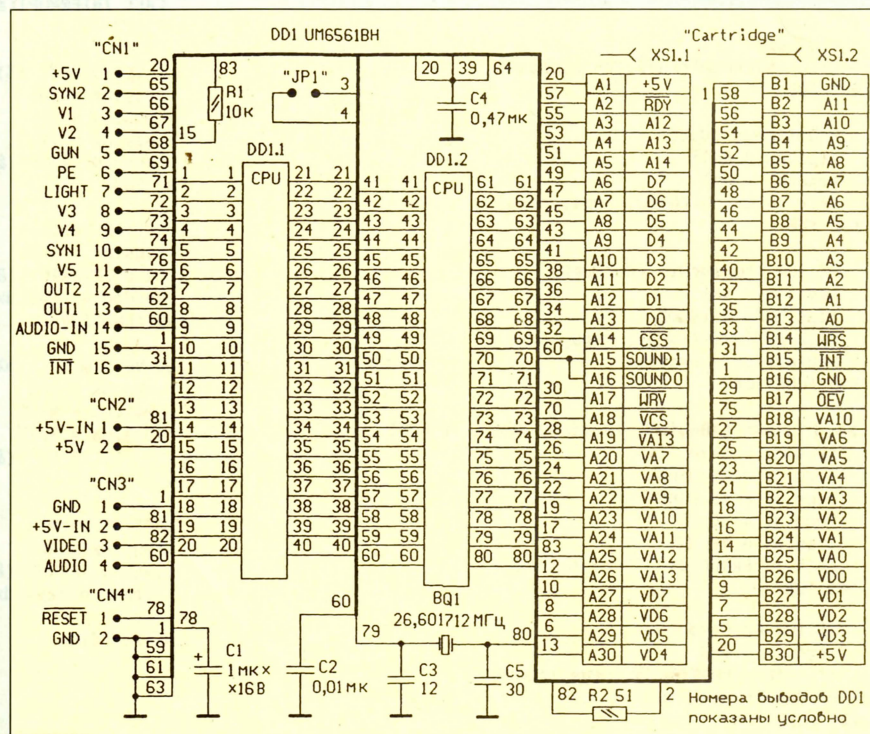
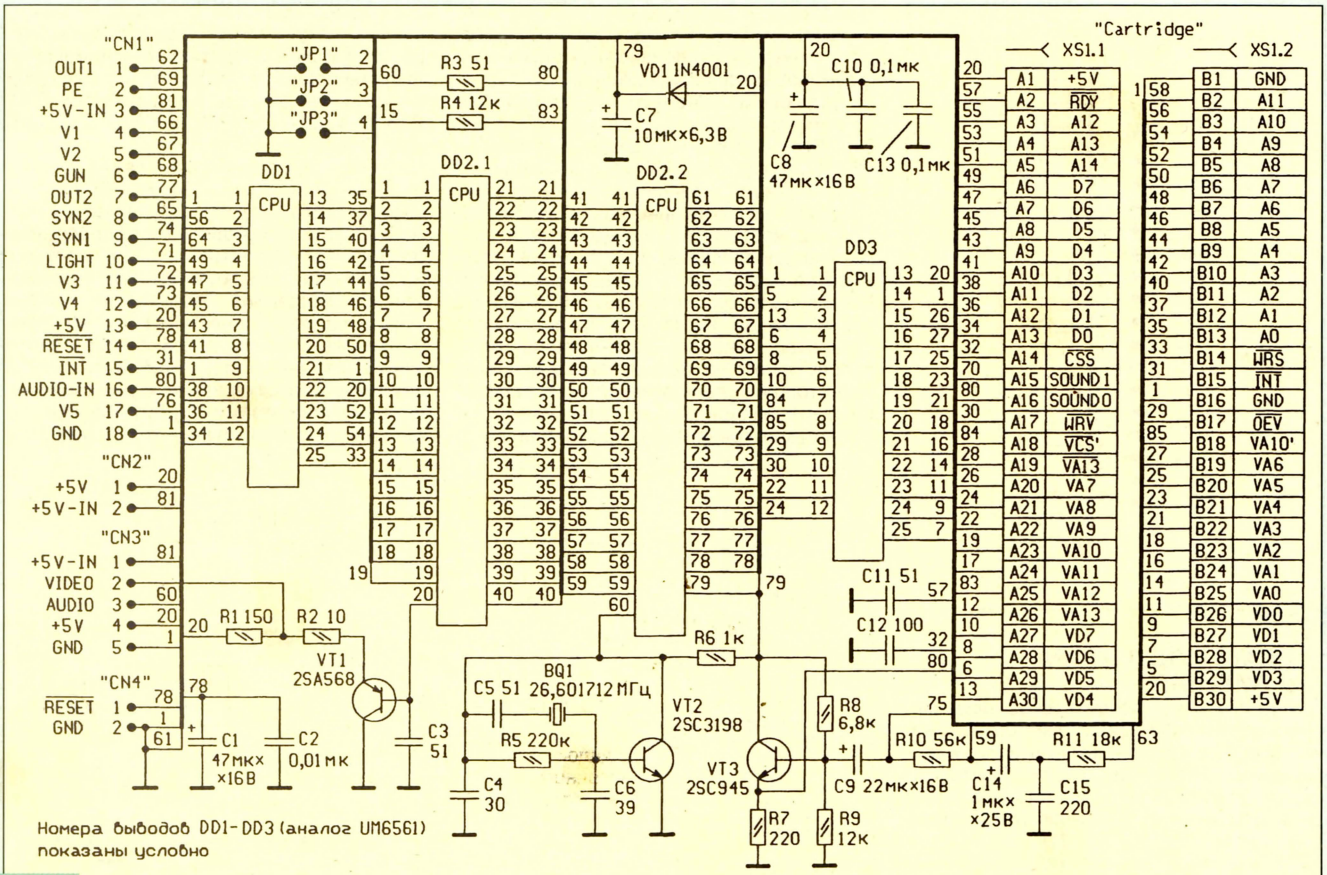
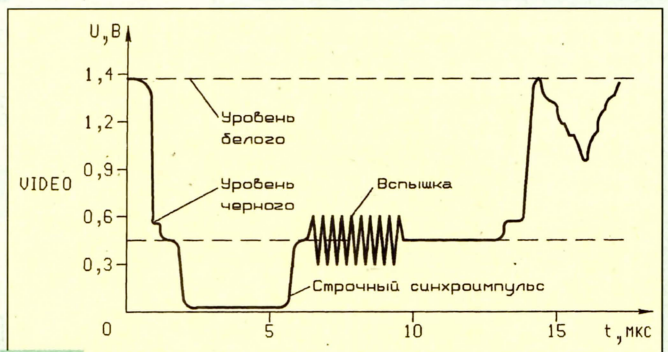

Рис. 13
Рис. 14
Рис. 16
Принципиальные схемы процессорных плат минимальной и максимальной конфигураций во многом совпадают. В первом случае (рис. 13) чаще всего применяется БИС UM6561 с различными буквенными индексами, а во втором (рис. 14) — ее эквиваленты из двух и даже трех бескорпусных БИС. Последний вариант типичен для "пиратских" видеоприставок, изготовителей которых недоступна "фирменная" микросхема. Число выводов БИС достигает 80, жесткого соответствия между сигналами и выводами не существует.
На процессорной плате установлены несколько резисторов и конденсаторов, а иногда — до трех транзисторов и один диод. Частота кварцевого резонатора видеоприставки — 26,601712 МГц, что ровно в шесть раз выше частоты цветовой поднесущей телевизионного стандарта PAL (4,433618(6) МГц). В устройстве по схеме на рис. 13 активные элементы задающего генератора находятся внутри БИС (снаружи остались только кварцевый резонатор BQ1 и конденсаторы C3, C5). Встречаются и процессорные платы, в которых генератор выполнен на отдельном транзисторе (например, VT2 в устройстве, схема которого показана на рис. 14).
Сигнал изображения VIDEO формируется внутри БИС и может поступать на выход приставки через резистор (R2 на рис. 13) или через буферный эмиттерный повторитель (транзистор VT1 на рис. 14). Признаком нормальной работы видеоканала служит наличие телевизионного сигнала на контактной площадке "Video". Осциллограмма строчного синхросигнала PAL должна быть аналогична показанной на рис. 16.
Монофонический сигнал звука AUDIO может поступать на выход процессорной платы непосредственно с вывода БИС (рис. 13) или через буферный эмиттерный повторитель (транзистор VT3 на рис. 14). Напряжение сигнала звуковой частоты на
В процессорной плате по схеме на рис. 14 канал звукового сопровождения содержит операционный усилитель, который находится внутри БИС. К нему подключены внешние элементы R10, R11, C14, C15. Коэффициент усиления определяется отношением сопротивлений резисторов R10 и R11. Конденсаторы C14 и C15 формируют АЧХ в области соответственно верхних и нижних частот.
Группа контактных площадок "CN1" служит для подключения ленточного кабеля, соединяющего процессорную плату с платой джойстиков, а группа "CN3" — такого же кабеля, идущего к плате модулятора и питания. Единого стандарта на порядок расположения контактов не существует. К группам "CN2" и "CN4" подключены кнопки включения/выключения питания "On/Off" и начального сброса "Reset". Контакты кнопки сброса зашунтированы конденсаторами большой емкости (C1 на рис. 13, C1 и C2 на рис. 14).
Питается процессорная плата напряжением 5 В. Иногда напряжение, подаваемое на одну из БИС, понижают приблизительно до 4,5 В. Для этого служит, например, диод VD1 на рис. 14. Такой прием обеспечивает более устойчивую работу устройства в некоторых игровых программах. Встречаются приставки, в которых многие элементы и даже целые транзисторные каскады отсутствуют или заменены переключателями.